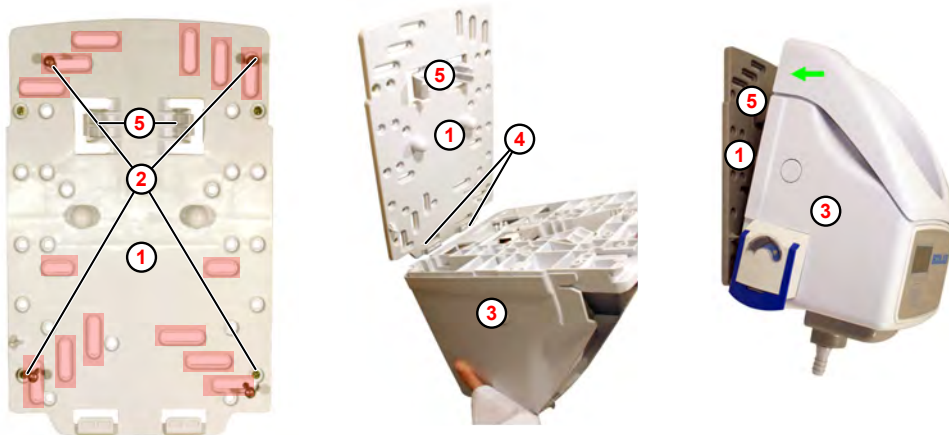

Abb. 3: Wandmontage (Beispiel EcoPlus S)
1. ➤ Gewünschte Bohrungen an der Montagestelle mit Hilfe der Wandhalterung (Abb. 3 , ①) kennzeichnen ② .
3. ➤ Wandhalterung ① mit geeignetem Befestigungsmaterial an der Wand befestigen.
4. ➤ EcoPlus PDRX ③ von oben in die Haken ④ der Wandhalterung ① setzen.
5. ➤ EcoPlus PDRX ③ auf die Wandhalterung ① schwenken und nach hinten drücken, bis diese hörbar einrastet.